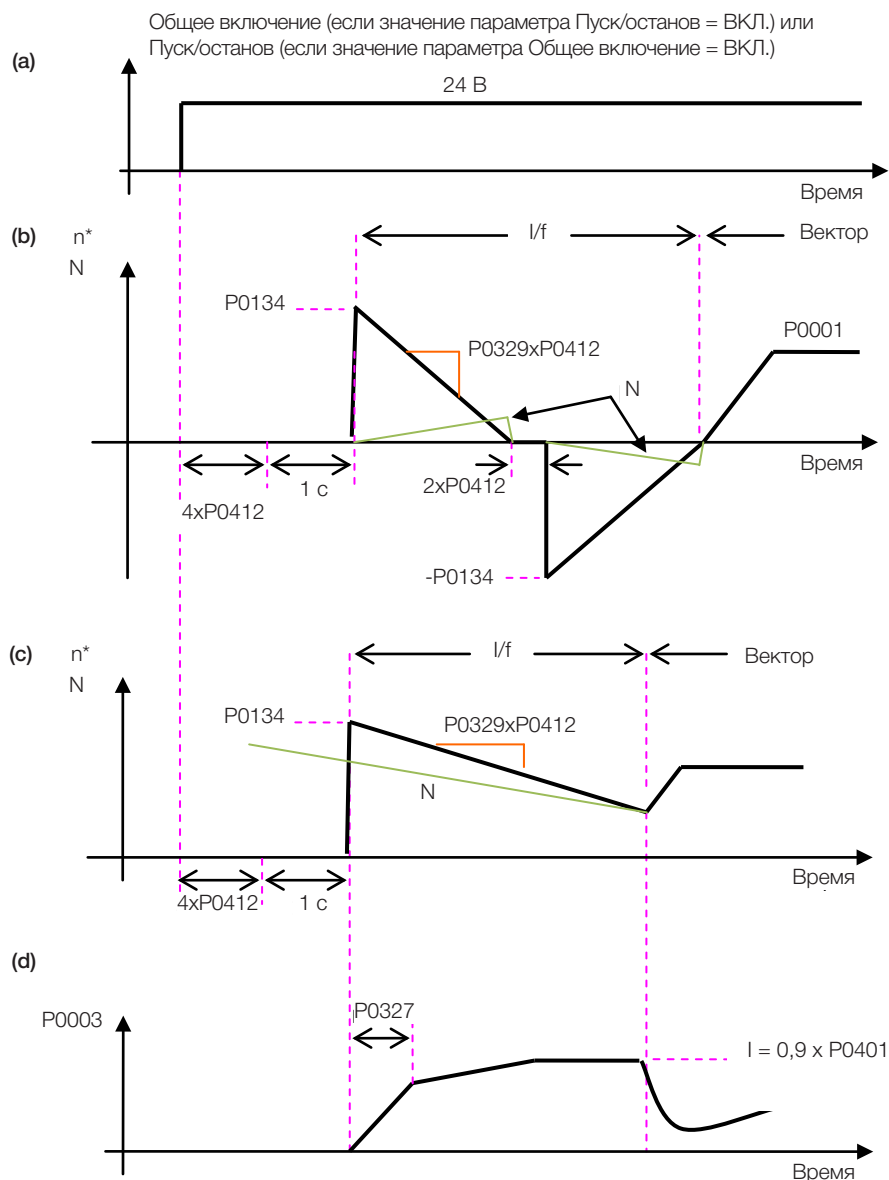

Рисунок 12.4. (a)–(d) Влияние параметров P0327 и P0329 в процессе пуска с хода (P0202 = 4)
Работу функции пуска с хода (FS) в бессенсорном режиме при разгоне и замедлении можно понять, ознакомившись с рис. 12.4 на стр. 12-8.
На рис. 12.4 на стр. 12-8 представлена работа уставки скорости при активировании функции пуска с хода при остановленном вале двигателя и низком значении P0329 (без оптимизации).
На рис. 12.4 на стр. 12-8 показана уставка скорости при активировании функции пуска с хода, если вал двигателя уже запущен в нужном направлении или вал остановлен при оптимизированном значении P0329.